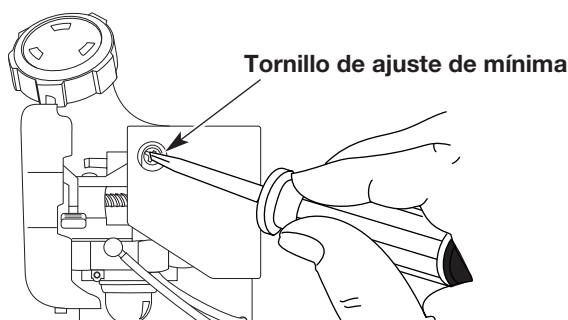

Fig. 49
La velocidad mínima del motor puede ser ajustada. Puede tener acceso al tornillo de ajuste de mínima a través de un orificio en la parte superior de la cubierta del motor (Fig. 49).
2. Suelte el gatillo del regulador y deje que el motor funcione en mínima. Si el motor se para, inserte un destornillador Phillips pequeño o un destornillador de vástago plano en el orificio de la cubierta del motor (Fig. 49). Gire el tornillo de mínima hacia adentro, en sentido horario, de a 1/8 de vuelta por vez (según sea necesario) hasta que el motor funcione en mínima suavemente.